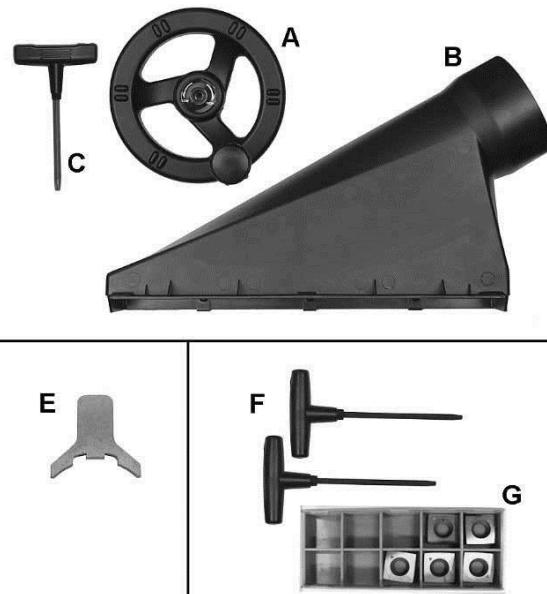
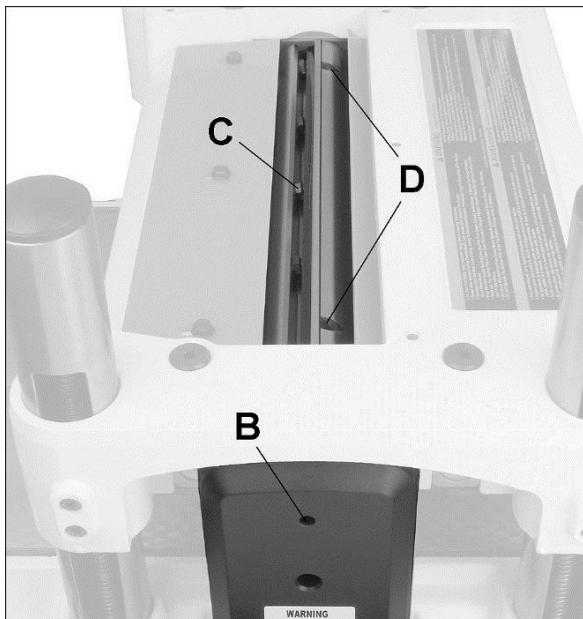

Рисунок 5-1: Содержимое (не в масштабе)
Рисунок 7-2
3. Вставьте прилагаемую отвертку Torx (C, Рисунок 5-1) в отверстие в ограждении ремня (B, Рисунок 7-2). Используйте ее для вращения ножевого вала во время процедуры.
4. Ослабьте пять винтов клина (C, Рисунок 7-2) с помощью ключа на 12 мм.
Если необходима регулировка, поворачивайте винты (D, Рисунок 7-2) с помощью 3-миллиметрового шестигранного ключа до тех пор, пока нож не коснется шаблона. Проверьте это положение в нескольких точках вдоль ножа.
Используйте прилагаемую отвертку Torx (F, Рисунок 5-1), чтобы ослабить винт режущей пластины.
отверстие в ограждении ремня (B, Рисунок 7-2). Используйте ее для вращения ножевого вала во время процедуры.